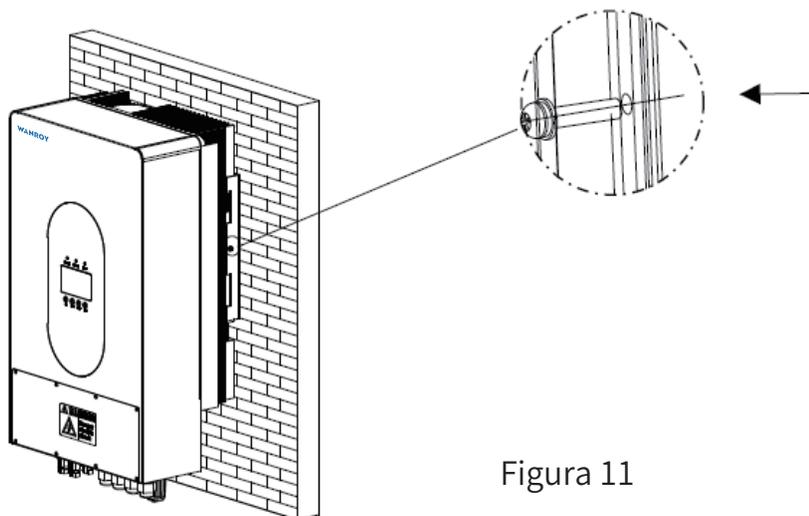

Figura 11
- Dopo aver verificato che l'inverter sia fissato saldamente, inserisci e blocca a turno le due viti di sicurezza M4 sui lati destro e sinistro per evitare che l'inverter si stacchi dalla staffa (come in figura 11).